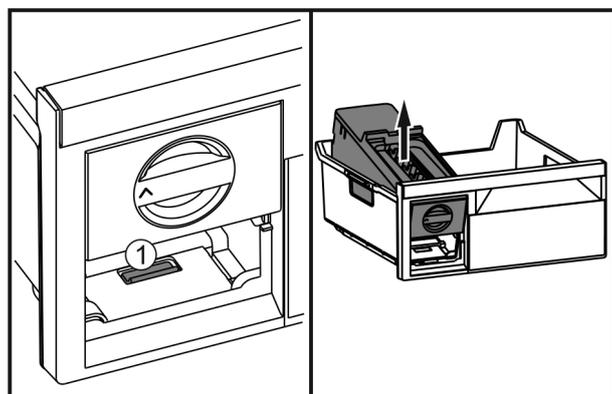

Fig. 28
- ▶ Appuyer sur la languette Fig. 28 (1), soulever l'EasyTwist-Ice depuis l'arrière et le faire sortir du tiroir de congélation.